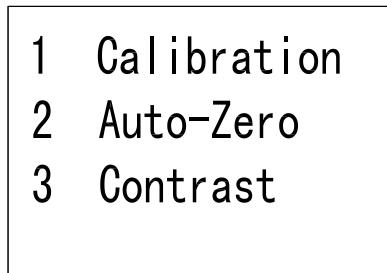

图 3 菜单界面
① 在待测状态下，按  键，进入图 3 所示菜单界面；
④ 待三点全部标定完成，三个“√”字符完全显示，然后按 键，屏幕下方提示“OK！”，可将全部标定值存入存储器，标定完成。如果提示标定数值相对理论值偏差太大，将显示“Error in data! please recalibration”，稍后，仪器返回上一级菜单。
⑤ 在操作中，按 键，将放弃之前的操作，返回上一级菜单。
① 进入图 3 菜单界面。
③ 通过 或 键，选中“NO”或者“YES”。
④ 然后按 ，保存设置，本次设置将在下次开机时起作用。
⑤ 在操作中，按 键，将放弃之前的操作，返回上一级菜单